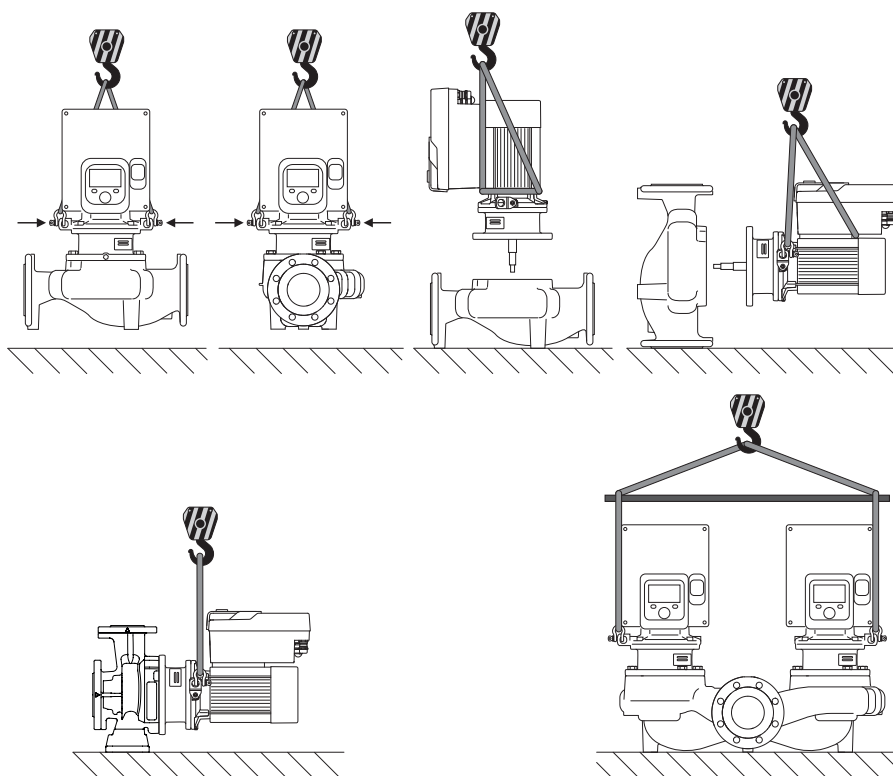

Fig. 6: Celšanas virziens
Sūkņa transportēšana jāveic ar atļautām kravas pārvietošanas pierīcēm (polispastu, celtni utt.). Kravas pārvietošanas pierīces jānostiprina pie motora atloka esošajām transportēšanas cilpām. Ja nepieciešams, spiediet pacelšanas cilpas zem adaptera plates (Fig. 6).
2. Ievietojamo moduli (Fig. 4) drošības dēļ ar piemērotiem kravas pacelšanas līdzekļiem nostiprināt pie transportēšanas cilpām. Lai vienība neapgāztos, aplieciet siksnu ap motoru un elektronikas moduļa adapteri atbilstoši Fig. 6. Nostiprinot nepieļaujiet elektronikas moduļa bojāšanu.